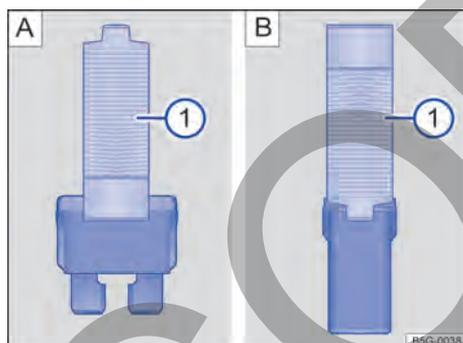

Fig. 195 Retirar o colocar el fusible con la pinza de plástico: **A**) fusible plano, **B**) fusible de bloqueo.
- De ser necesario, retirar la pinza de plástico → fig. 195 **1** de la cubierta de la caja de fusibles.
- De acuerdo con la versión del fusible, colocar las garras adecuadas del alicate plástico → fig. 195 **A** **1** o → fig. 195 **B** **1** de forma lateral en el fusible.